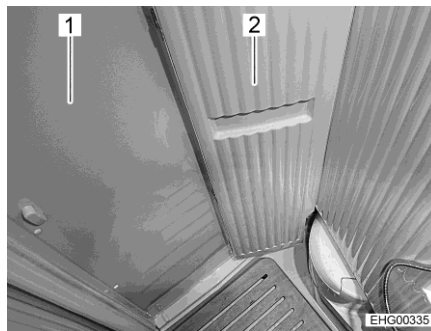
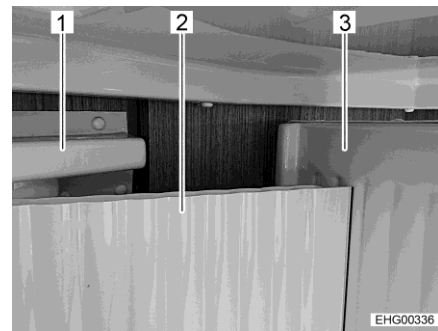

Bild 145 Kleine Schwenkwand, geschwenkt
Bild 146 Korrekte Position der kleinen Schwenkwand
- Nasszellentür (Bild 145,1 und Bild 146,1) schließen.
- ▷ Die kleine Schwenkwand (Bild 145,2 und Bild 146,2) **immer vor** der großen Schwenkwand (Bild 146,3) anordnen! Die kleine Schwenkwand **nicht hinter** die große Schwenkwand drücken! Ansonsten besteht die Gefahr, sich in der Nasszelle einzusperren, weil die Nasszellentür sich möglicherweise nicht mehr öffnen lässt.
- Kleine Schwenkwand (Bild 145,2 und Bild 146,2) schwenken. Die kleine Schwenkwand steht dann in der korrekten Position, wenn sie vor der großen Schwenkwand (Bild 146,3) steht.